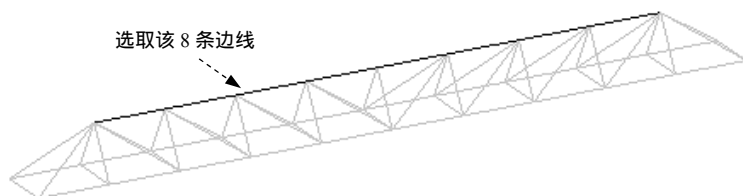

图 9.3.20 选取载荷对象
(1) 在“Outline”窗口中右击  **Static Structural (B5)** 选项，在弹出的快捷菜单中选择 **Insert**  **Force** 命令，弹出“Details of ‘Force’”对话框。
(2) 选取图 9.3.20 所示的 8 条边线，在 **Geometry** 后的文本框中单击 **Apply** 按钮确认。